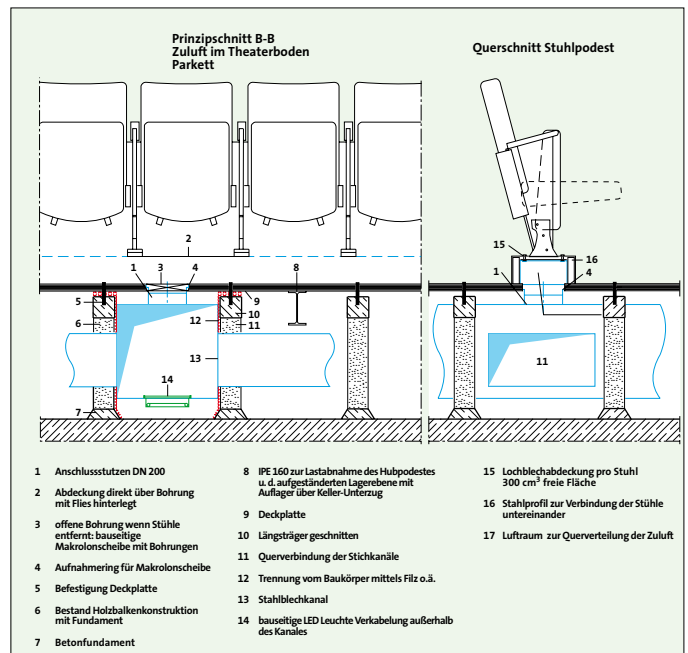

Bild 5: Zulufführung im Theaterboden
ter“, berichtet Carsten Vettors, Geschäftsführer der GPC Gesellschaft für gebäudetechnisches Projektcontrolling. „Früher strömte die Luft über die Decke ein und wurde im Doppelboden des Parketts abgesaugt. Wir haben die Luftrichtung umgekehrt.“ Warme, verbrauchte Luft steigt der natürlichen Konvektion folgend der Decke entgegen. Sie gelangt über Abluftgitter in alte Beleuchtergänge, die zu Abluft- und Entrauchungskanälen umgebaut wurden. Die Zuluff fürs Parkett findet ihren Weg in den Saal über Quellauslässe, die unter den Sitzreihen angebracht sind (Bild 5). „Unter jeden zweiten Sitz ist solch ein Auslass verborgen.“ Diese Technik erlaubt es, selbst bei Volllast mit Luftgeschwindigkeiten unter 0,1 m/s zu operieren. „Für Gäste ist das unmerklich“, versichert Vettors. In den Rängen befinden sich Bodenauslässe, die ein schnelles Vermischen mit der Raumluft ermöglichen. Auch akustische Dezenz ist im Theater Pflicht. Wegen der geringen Luftgeschwindigkeit ist das kein Problem: Laut Berechnung eines Akustikers sind maximal 30 dB(A) in 1 m Abstand zum Auslass zu erwarten. Selbst wenn die Schauspieler auf der Bühne flüstern, werden sie dieses Geräusch mühelos übertönen. Im Heizungsfall gelangt die Zuluff mit etwa 20 °C in den Saal, beim Kühlbetrieb sind 19 °C am Auslass der optimale Wert. „Das Kühlen ist ohne Zugserscheinungen bis zu einer Raumtemperatur von etwa 27 °C im Aufenthaltsbereich möglich“, erläutert Vettors.